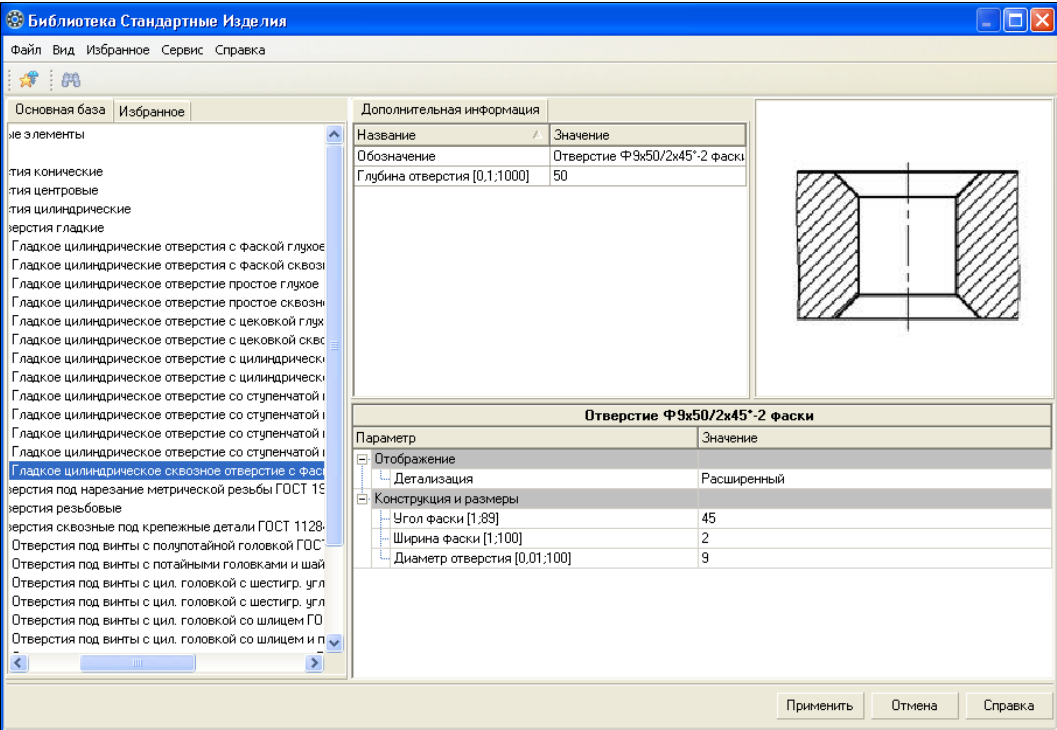

Рис. 26.22. Диалоговое окно Библиотека Стандартные Изделия с раскрытыми параметрами сквозного отверстия
- ♦ нажмите кнопку **Создать объект**, и система откроет окно **Библиотека Стандартные Изделия**, где в Области свойств необходимо задать параметры сквозного отверстия (рис. 26.22);